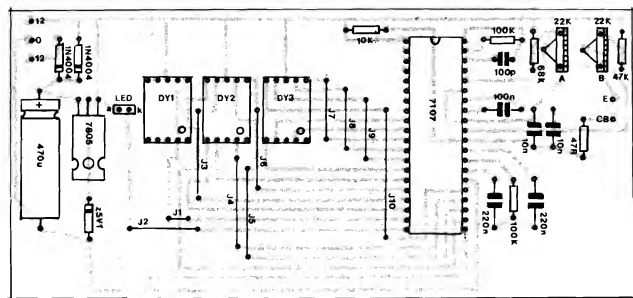

Fig. 5
**- FIG. 5 - "CHAPEADO" DA MONTAGEM** - A placa, agora vista pelo seu lado não cobreado traz a indicação visual, claramente estilizada (dentro das normas adotadas por A.P.E., com as quais Vocês, Leitores/Hobbyistas, já estão acostumados...) de todos os componentes, identificados pelos seus códigos, valores, polaridades e outras características... O importante, mesmo, é observar o posicionamento dos componentes polarizados: o "Integrado" 7107 deve ficar com sua extremidade "marcada" situada entre os resistores de 10K e 100K, os três displays devem ser inseridos na placa, de modo que os "pontos decimais" fiquem no canto inferior direito... Os diodos, inclusive o zener, devem ser posicionados considerando a "direção" da extremidade marcada com um anel ou faixa... A polaridade do capacitor eletrolítico deve ser observada... A inserção e o posicionamento do Integrado 7805 também merecem atenção (na placa, depois de ter seus terminais devidamente soldados e dobrados, ele fica com a sua "costa" metálica voltada para cima...). Quanto ao LED, seus